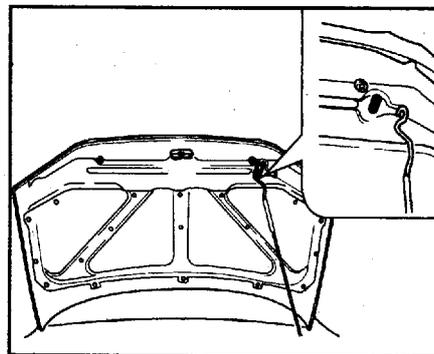

Рис. 48. Установка стержневого упора поддержки капота
3. Поднимите капот и подприте его стержневым упором (рис. 48). Конеч упора вкладывается в щель.